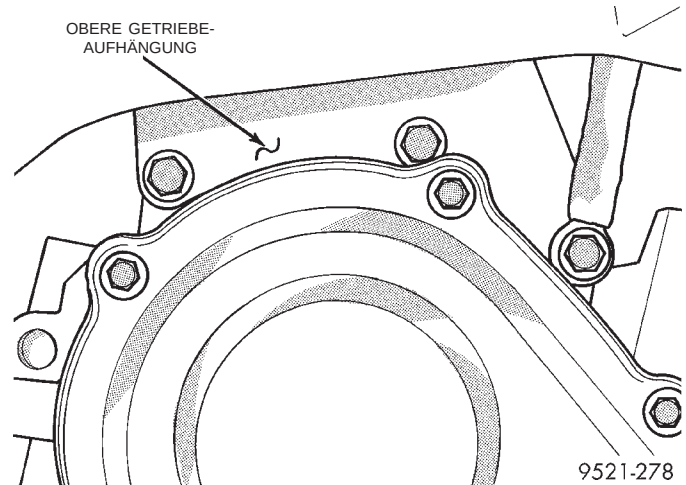

Abb. 48 Schrauben der Getriebeaufhängung oben links
(12) Die Schrauben herausdrehen, mit denen der Faltenbalgflansch am Auspuffkrümmer befestigt ist. Auspuffrohr vom Krümmer lösen.
(13) Schrauben der Getriebeaufhängung oben links herausdrehen (Abb. 48).